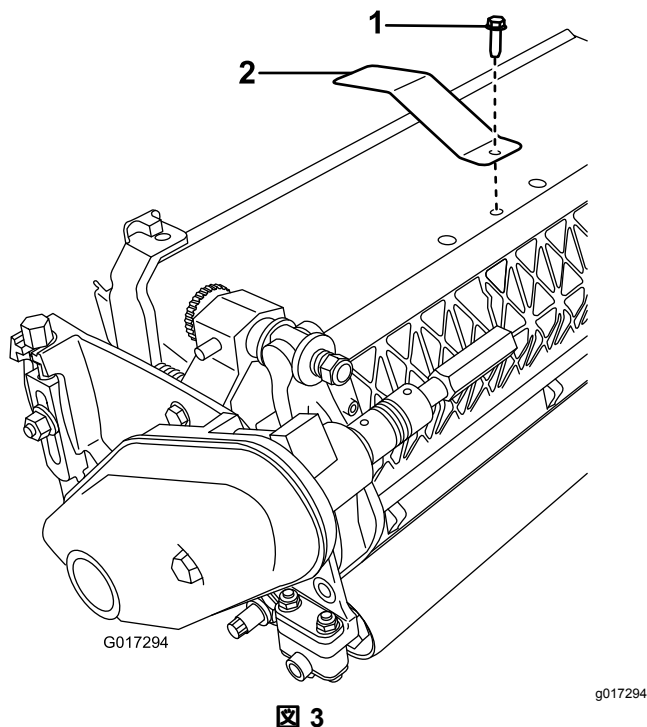

図 3
2. 中央のガラスシールドボルトを外す 図 3。
3. 取り外したボルトを使って、ターゲットプレートのカッティングユニット上部に取り付ける 図 3。